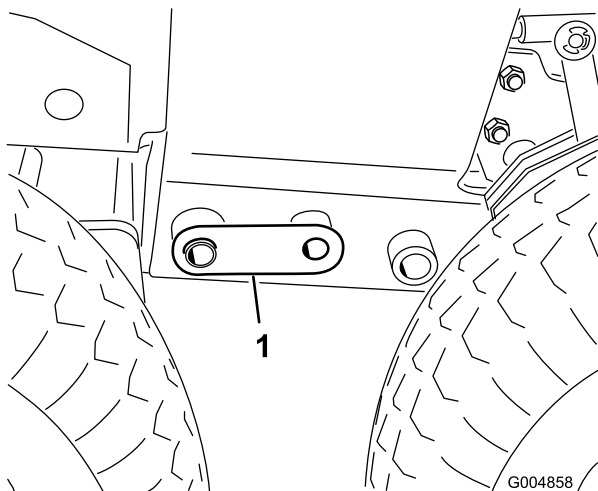

Figura 49
9. Ajuste el gato hasta que se alineen los taladros de 1.00 pulgada del bastidor e introduzca un pasador de acoplamiento en cada lado (Figura 49).